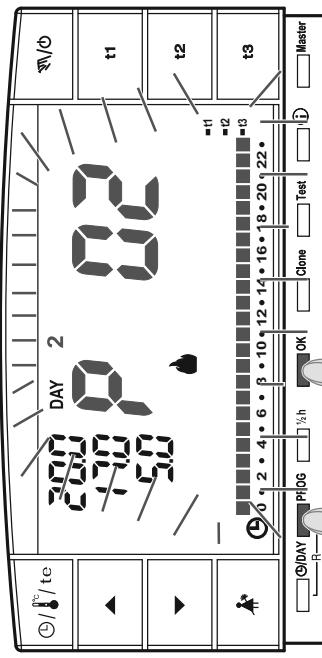

fig. 8
- Pulsar la tecla PROG para entrar en visualización de los programas, pulsar las teclas   (o bien PROG por impulsos) hasta que sobre la pantalla aparezca el número del programa que se desea seleccionar. Los programas P 02 (invierno) y P 03 (verano) como viene configurado de fábrica, poseen todos los dígitos en una escala de 24 hs que hacen referencia a la temperatura de t3 (Ausencia) ejemplo en la fig. 8. Confirmar la opción seleccionada y entrar en el proceso de configuración **mantieneando pulsado por 4 segundos la tecla OK** (o la tecla PROG).